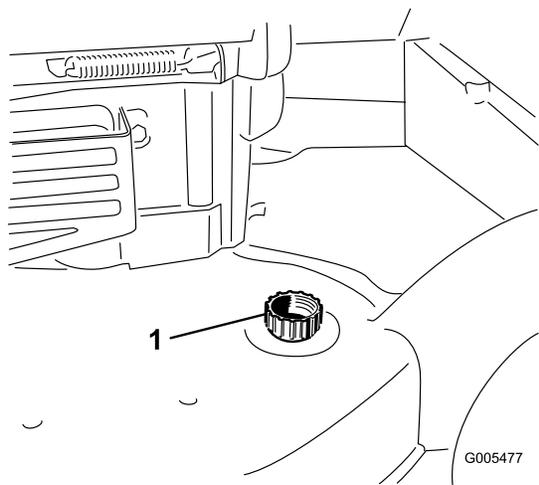

Bild 22
5. Befestigen Sie einen Gartenschlauch, der an einen Wasserhahn angeschlossen ist, am Wasseranschluss (Bild 22).